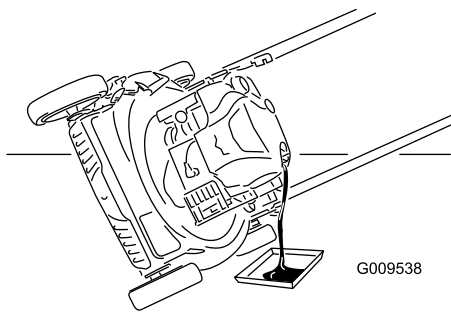

Figure 22
4. Inclinez la tondeuse sur le côté (filtre à air en haut) pour vidanger l'huile usagée par le goulot de remplissage (Figure 22).